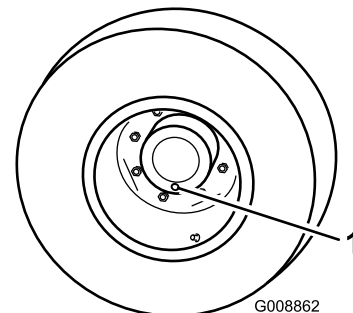

Figura 92
1. Con la macchina parcheggiata su una superficie piana, posizionate la ruota in modo che un tappo di controllo si trovi nella posizione inferiore (ore 6) (Figura 92).